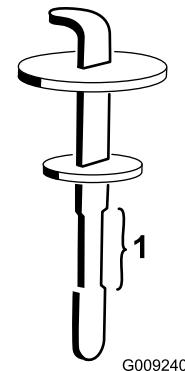

Figure 121
- Dévissez la jauge du goulot de remplissage et essuyez-la sur un chiffon propre. Remettez la jauge dans le goulot de remplissage, ressortez-la et contrôlez le niveau de liquide (Figure 121).